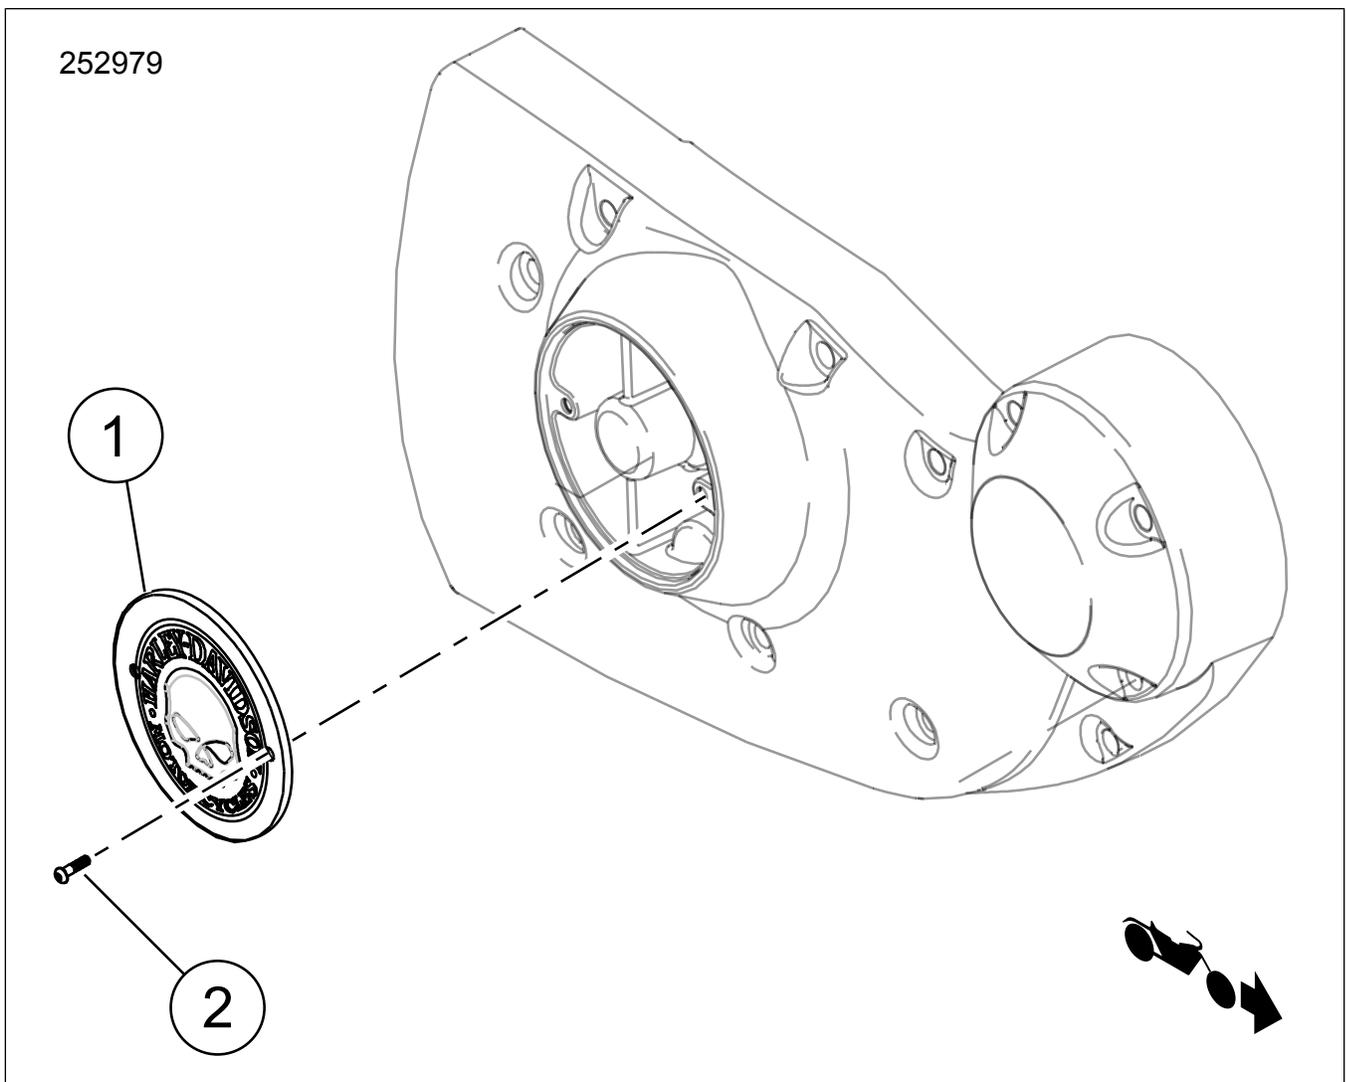

Figure 1. Contenu du kit : Composants du carter de distribution
- Voir Figure 1. Déposer et mettre au rebut les vis et le carter de distribution Équipement d'origine (Équipement d'origine).
- Mettre en place le **nouveau** carter de distribution (1).
- Le fixer à l'aide de vis (2).